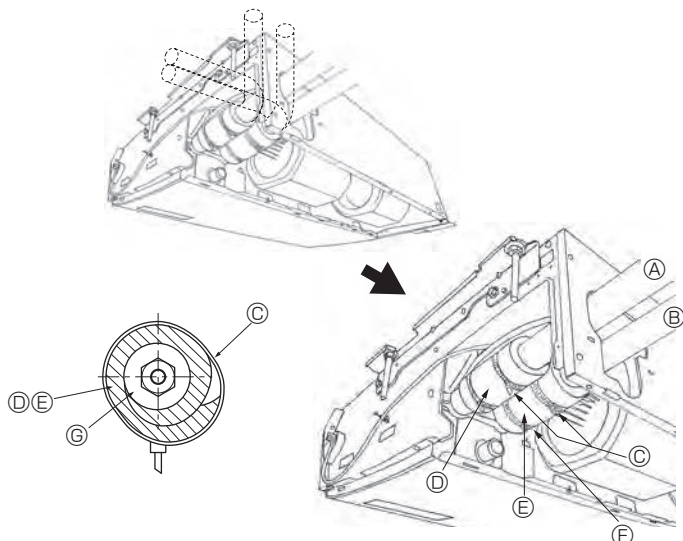

Fig. 4-3
4.3. Внутрішній блок (Fig. 4-3)